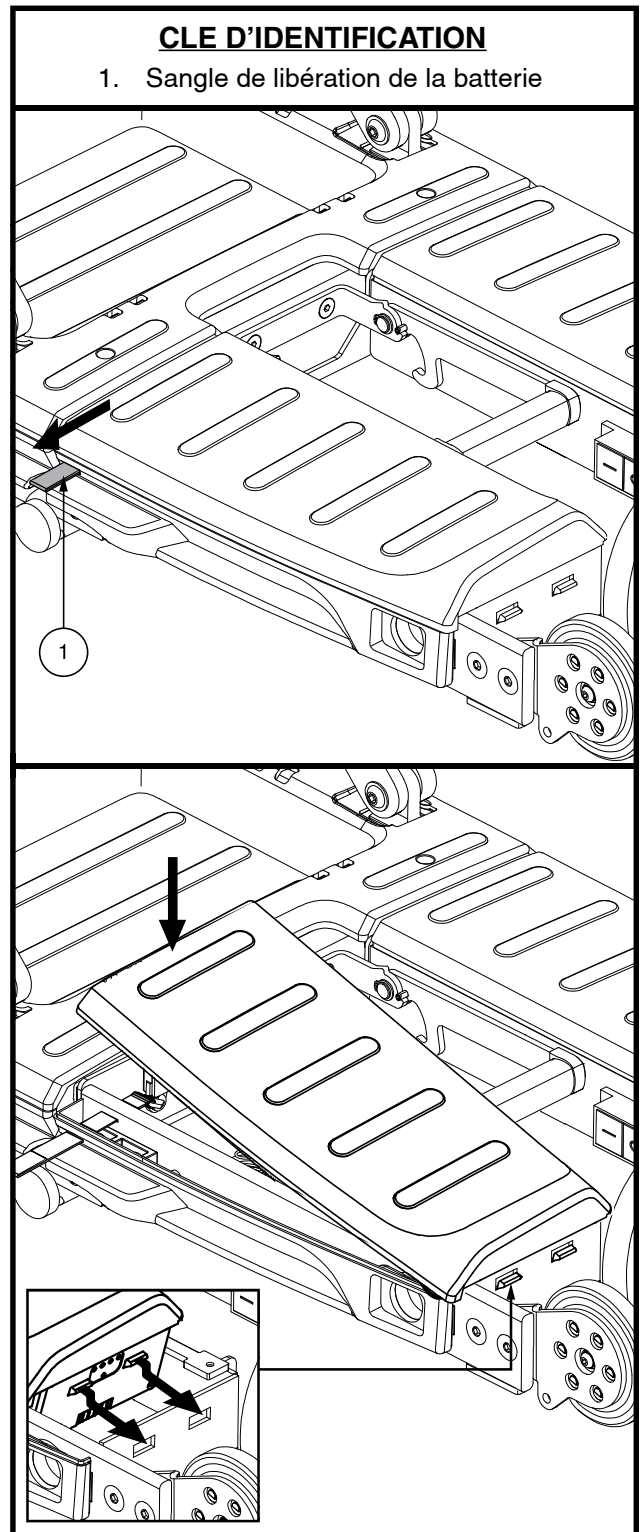

Figure 10. Retrait/installation de la batterie
Pour changer la batterie, voir la figure 10:
5. Alignez les languettes de la nouvelle batterie avec l'alignement des trous. Voir la figure 10.
2. Installez la batterie si nécessaire. **Voir figure 10.**